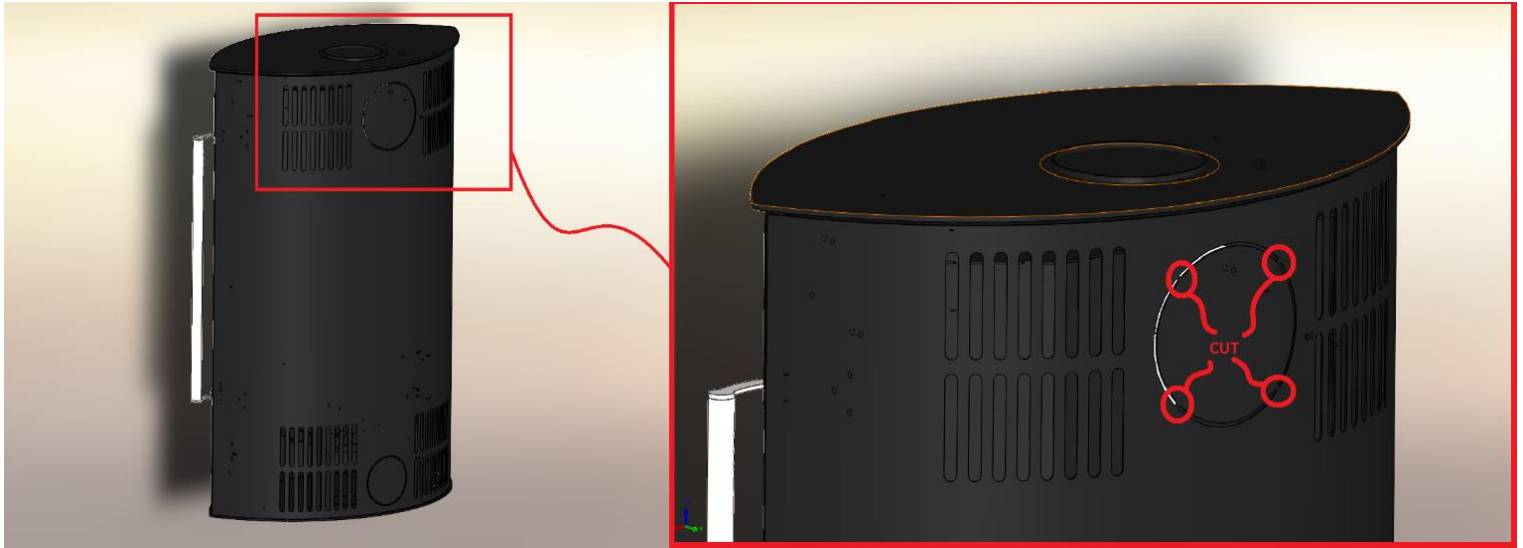

Figure 1 : Découpe des micro-joints à l'arrière
2. Figure 1 : Découpe des micro-joints à l'arrière du poêle à bois	Page 5
Lors de l'installation du poêle à bois, il est nécessaire de respecter les réglementations locales applicables à ce type d'appareil. Nous recommandons de consulter le ramoneur compétent. Les poêles à bois sont livrés sur des palettes de transport, préparés pour un raccordement de cheminée par le dessus. Si le raccordement de la cheminée doit se faire par l'arrière, il faut déplacer le manchon d'évacuation des fumées vers le raccord arrière et placer le couvercle d'évacuation sur le raccord supérieur (Figures 1 et 2).